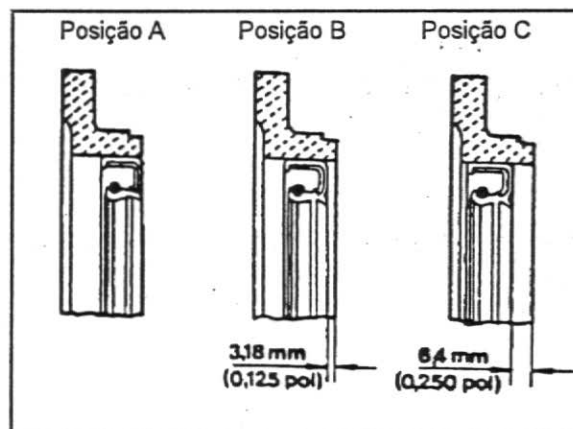

Fig. 12
- Verifique se o flange traseiro da árvore de manivelas apresenta desgaste e monte o vedador nas posições A, B, ou C. Fig. 12. Posição A: quando a árvore for nova ou o flange estiver sem desgaste. Posição B: quando o flange apresentar desgaste na posição A. Posição C: quando houver desgaste nas posições A e B.